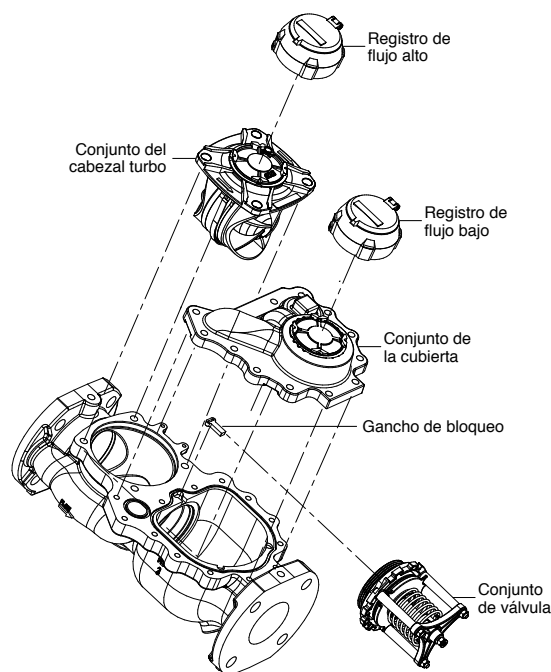

Figura 14: Conjunto de válvula
1. Quite el gancho de bloqueo (vea la Figura 14).